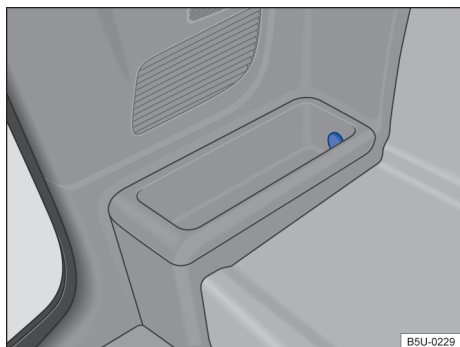

Fig. 136 Na lateral do compartimento interno de bagagem: tomada 12 V.
- No porta-objetos no lado direito do compartimento interno de bagagem → Fig. 136 (dependendo da versão do veículo pode não estar disponível).